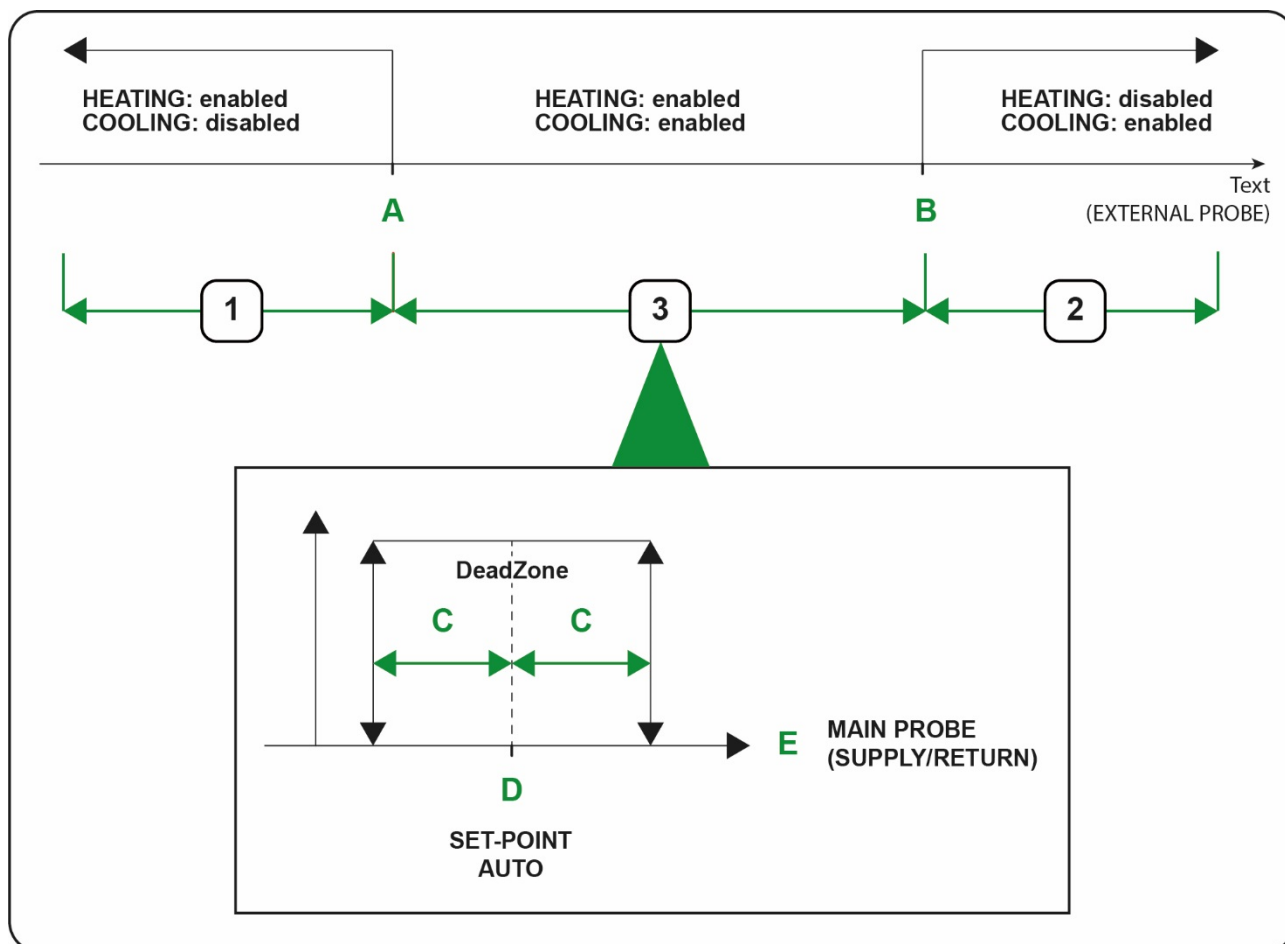

Fig 6 – Funzionamento del modo auto
- in caso di temperatura esterna inferiore al parametro SP_T_FORCEWINTER, si ha forzatura a riscaldamento (1 – Fig 6 – a pag. 30);
- in caso di temperatura esterna superiore al parametro SP_T_FORCESUMMER, si ha forzatura a raffreddamento (2 – Fig 6 – a pag. 30);
- in caso di temperatura esterna compresa tra i due precedenti parametri, a seconda del tipo di regolazione di temperatura (fare riferimento a 3.5 Regolazione di temperatura a pag. 32) il passaggio da raffreddamento a riscaldamento (e viceversa) è gestito mediante sonda ripresa o sonda mandata (3 – Fig 6 – a pag. 30).
In Fig 6 – a pag. 30 sono indicati, mediante dei tag (lettere maiuscole), i parametri di riferimento per il funzionamento in modo auto. Fare riferimento alla seguente tabella per la corrispondenza tra tag e parametri.